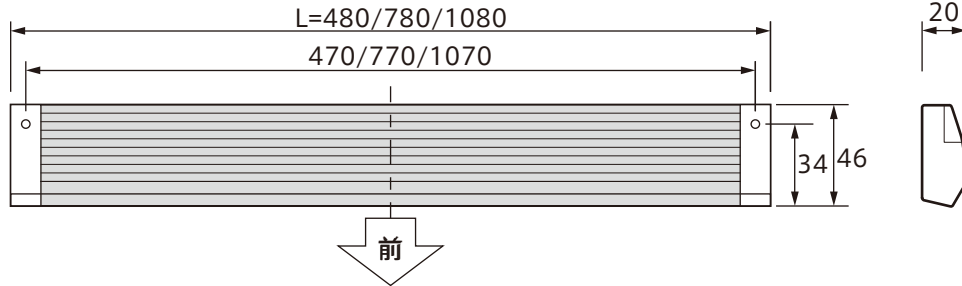

図 2
ビス固定の際、本体のネジキャップを外し、固定後にネジキャップを戻します(図2)
2. 本体側のコネクタに電源コードのプラグを差し込みます。(図2)